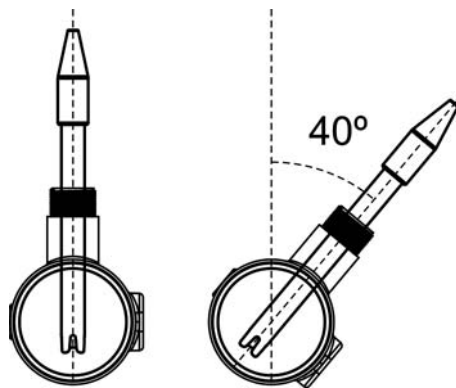

Fig. 13
4. **Installare sempre le sonde di pH/ORP in posizione verticale o con un'inclinazione massima di 40° (Fig. 13).**